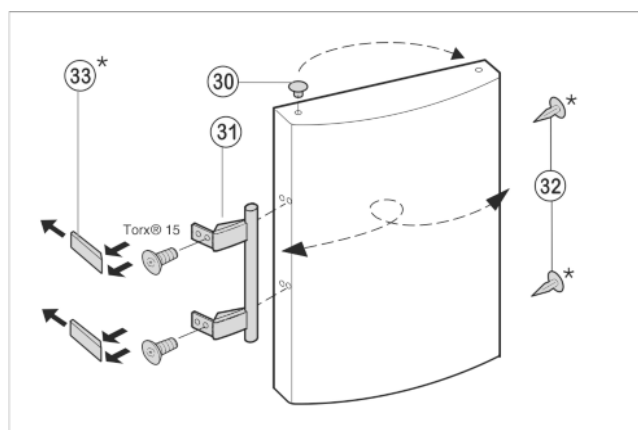

Fig. 10
- ▶ Wyciągnąć wkładkę Fig. 10 (30) z zawiasu drzwi i przełożyć na drugą stronę.
- ▶ Zdemontować uchwyt drzwi Fig. 10 (31), zatyczki Fig. 10 (32) oraz płytki dociskowe Fig. 10 (33) i przełożyć je na przeciwną stronę.